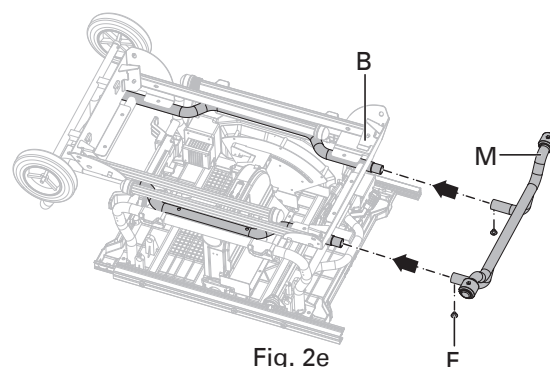

Fig. 2e
- Fixer les tubes de l'ensemble de la poignée I (M) aux tubes correspondants (situés sur le côté du rangement du protège-lame) sur l'ensemble du socle (B) et aligner les trous. Insérer les vis à tête plate arrondie M8 x 10 (F) dans le trou et serrer avec la clé hexagonale 5 mm. (Fig. 2e)